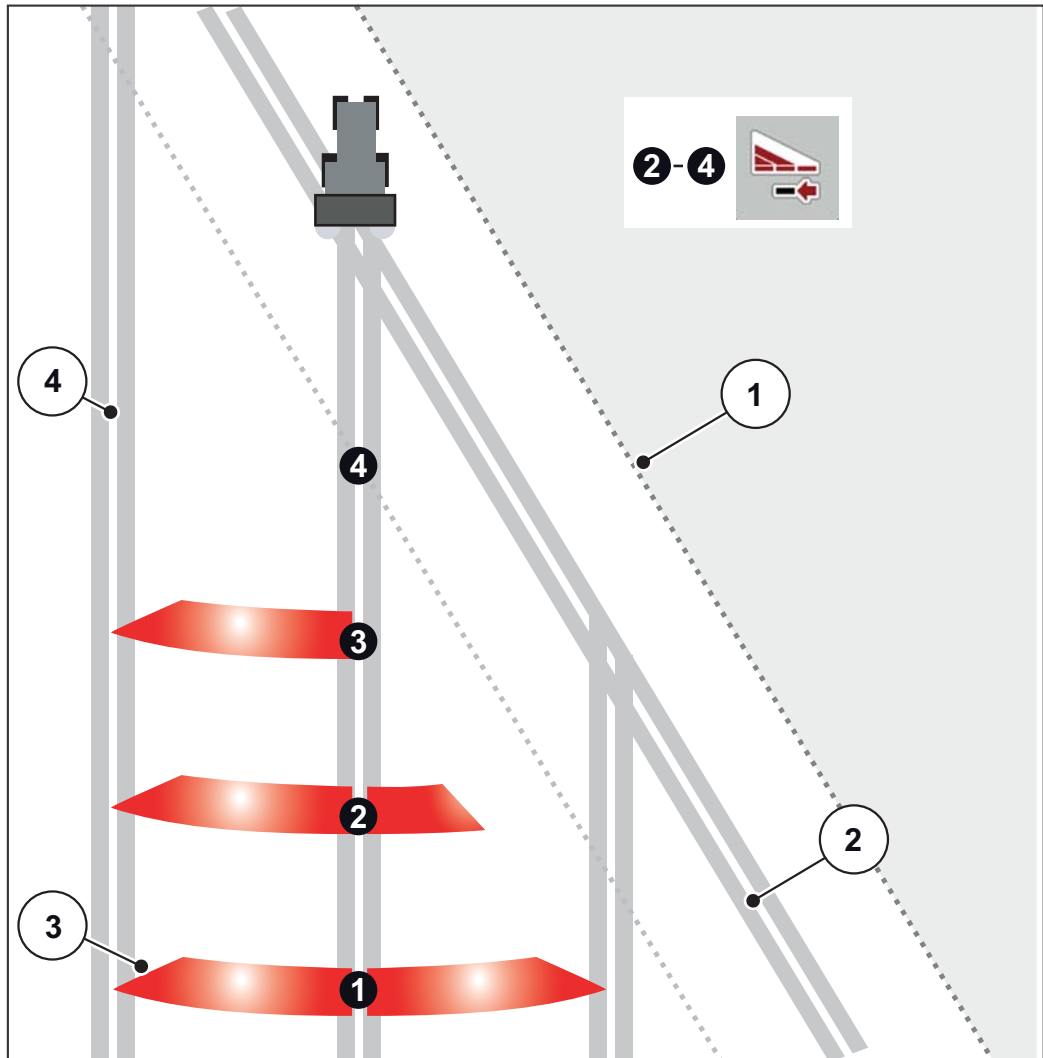

Bild 5.3: Automatische Teilbreitenschaltung (AXIS-M 20.2)
- Die Teilbreitenschaltung ist von Außen nach Innen möglich. Siehe Bild 5.3.